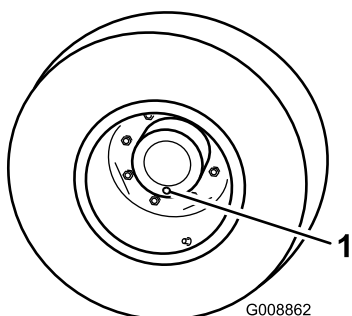

Figura 88
1. Coloque a máquina numa superfície nivelada e posicione a roda de forma a que um dos tampões de verificação se encontre na sua posição mais baixa (6 horas) (Figura 88).